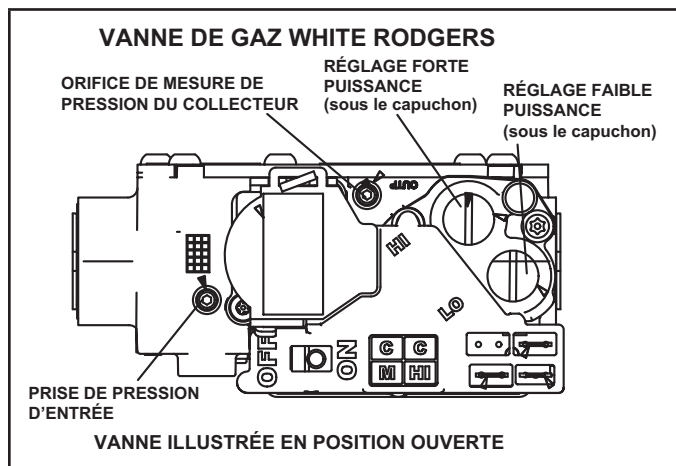

FIGURE 64
Fonctionnement de la vanne de gaz (FIGURE 64)
- 6 - Mettez l'interrupteur de la vanne de gaz sur **OFF/FERMÉE**. Reportez-vous à la FIGURE 64.
- 8 - Mettez le contacteur de la vanne de gaz sur **ON/OUVERTE**. Reportez-vous à la FIGURE 64.
Une connexion située sur la vanne de gaz permet d'accéder à la pression d'alimentation. Reportez-vous à la FIGURE 64. Dévissez la vis à tête hexagonale de 3/32 d'un tour, branchez un tube de 5/16 po et branchez un manomètre pour mesurer la pression d'alimentation. Reportez-vous au TABLEAU 25 pour la pression de la conduite d'alimentation.
Une connexion située sur la vanne de gaz permet d'accéder à la pression du collecteur. Reportez-vous à la FIGURE 64. Dévissez la vis à tête hexagonale de 3/32 d'un tour, branchez un tube de 5/16 po et branchez un manomètre pour mesurer la pression du collecteur.
- 5 - Au besoin, faites les ajustements nécessaires. La FIGURE 64 indique l'emplacement des vis de réglage des puissances mini et maxi.